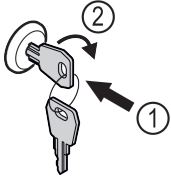

Fig. 110
- ▶ Dugja be a kulcsot Fig. 110 (1).
- ▶ Forgassa el a kulcsot 90°-kal az óramutató járásával megegyező irányba Fig. 110 (2).